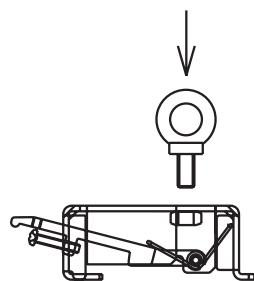

Fig. 10
1. Fixez les œillets (d) aux équerres de montage (b). (voir Fig. 10)